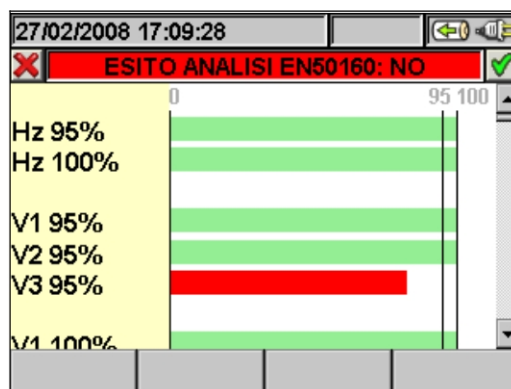

Fig. 102: Istogramma Analisi EN50160
- Il tasto **F2** (o la voce **GRAFICO** sul display) accede alla pagina che mostra l'istogramma delle grandezze in tabella (Fig. 102)